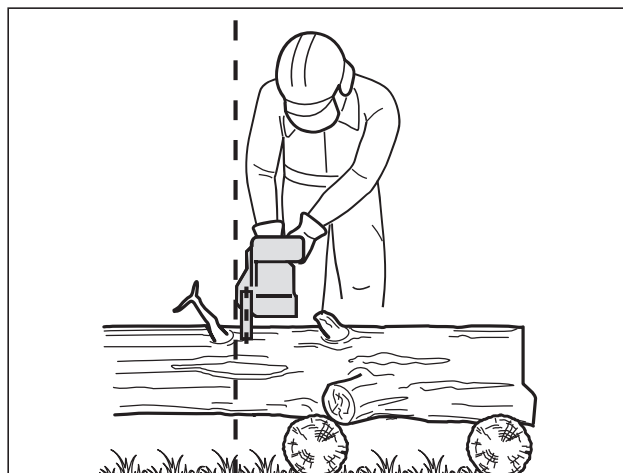

Fig. 18
3. Solo use el producto manteniendo una postura firme. Sujete el producto en el lado derecho de su cuerpo (Fig. 18)